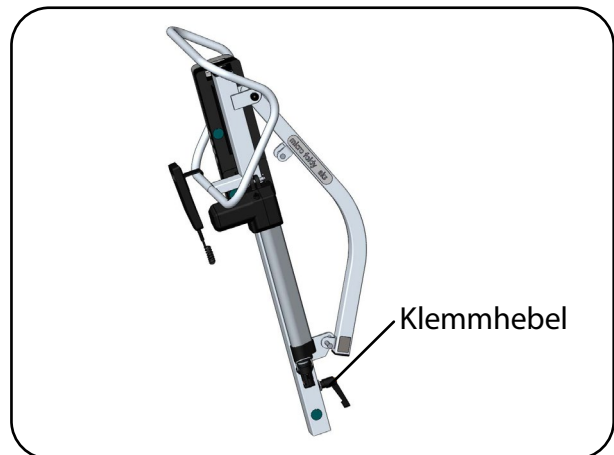

Abb. 6.2.02 – Standmast
4. Schrauben Sie am Standmast vorübergehend den Klemmhebel heraus (Abb. 6.2.02).